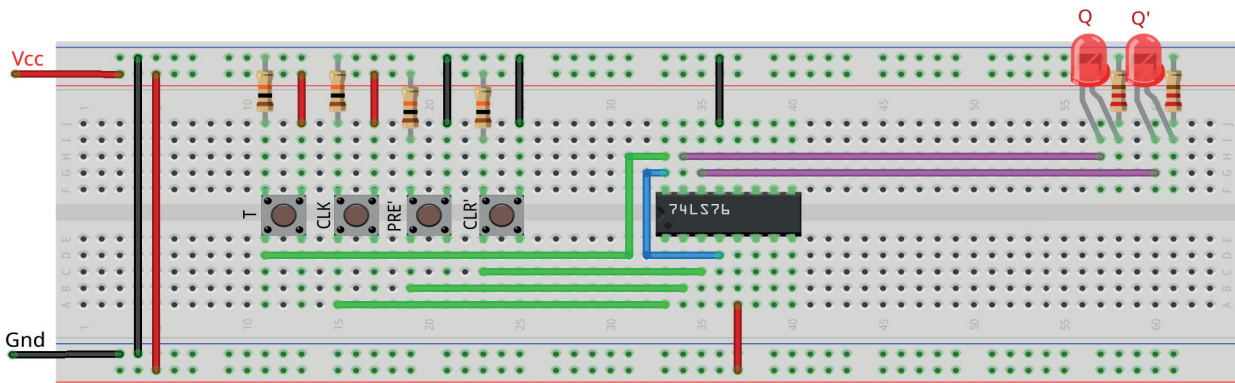

Figura 9.39 – Disposição dos componentes na placa de montagem.
- Monte o circuito na placa de montagem, conforme figura 9.39.